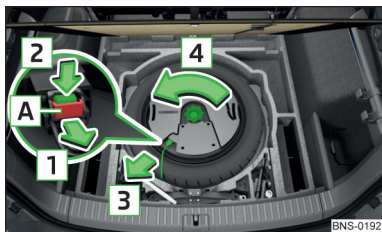

Fig. 343
- Tirez sur la fiche du verrouillage **A** dans le sens de la flèche **1** » fig. 343.
- Vissez les écrous dans le sens inverse de la flèche jusqu'à la butée **4** » fig. 343.